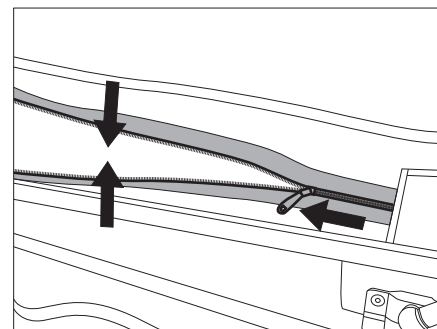

Figura 23 Descargar la cremallera
- ▷ Al cerrar la cremallera, tirar del techo elevable hacia abajo para que la cremallera no esté bajo tensión (Figura 23).